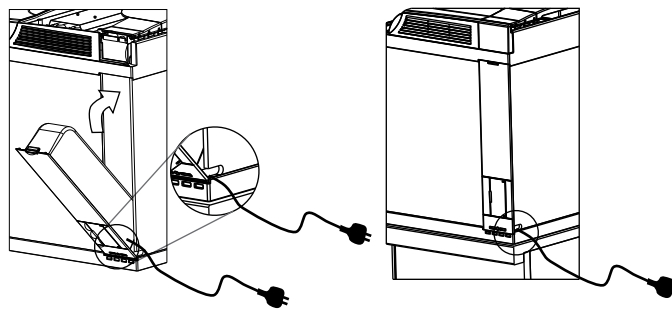

図31：パワーセンターの挿入
- 9.パワーセンターのコードを下にして水槽右側後方のスペースに装着します。ボックスが所定の位置に収まるように、底のつめを利用します(図31)。パワーセンターがロックされるまで押して固定します。